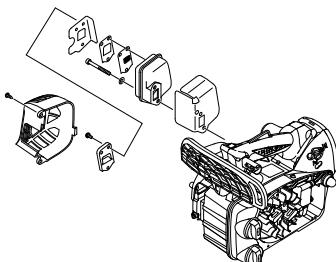

Fig. 40
**Limpieza del silenciador (Fig. 40)**